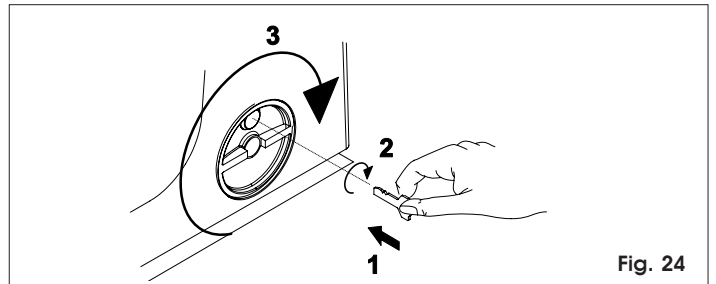

Fig. 24
- Introduzca la llave en dotación en la cerradura y gírela en sentido horario como se indica en la Fig.24.
- Gire el sistema de desbloqueo en sentido horario unos 180°, como se indica en la Fig.24.